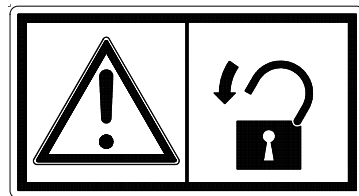

Fig. 4
**Panneau d'avertissement UH220534 (Fig. 4)**